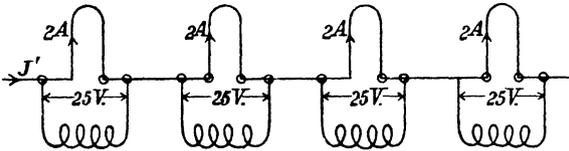
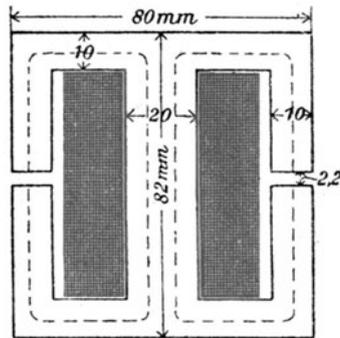

Fig. 137.
Fig. 138.
geschaltet (Fig. 137). Parallel zu jeder Lampe liegt eine Drosselspule, deren Abmessungen aus der Fig. 138 zu entnehmen sind. (Die Dimension  $\perp$  zur Papierebene beträgt 2 cm.) Auf der Spule befinden sich 400 [320] (160) Windungen mit einem Widerstande von 1,285 [1] (0,86)  $\Omega$ .
Die Kraftlinienlänge im Eisen ist nach Fig. 138 ungefähr 20,4 cm, also wird in zweiter Annäherung
**275.** Es seien 3 Lampen von je 25 V und 2 A hintereinandergeschaltet, und zu jeder parallel die durch Fig. 138 gekennzeichnete